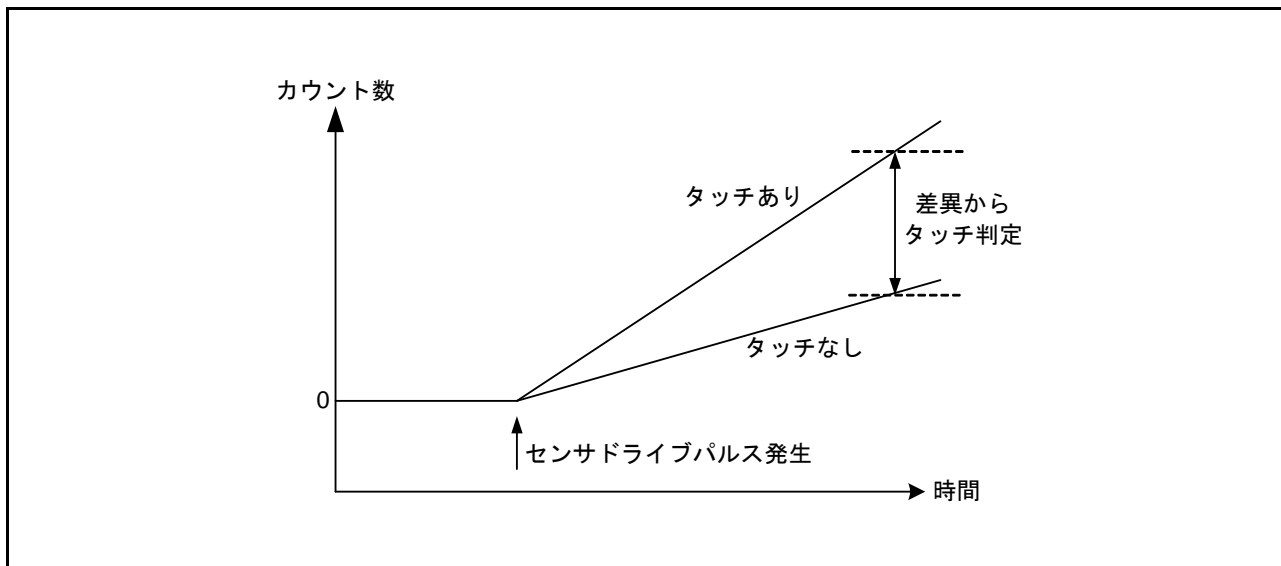

図 35.7 接触 / 非接触による計測値の変化
(1) と (2) の充放電を早いタイミングで切り替えることにより、スイッチドキャパシタフィルタに電流が流れます。このとき、人体の接近により静電容量値が変わるため、流れる電流が変化します。TSCAP 電源を生成する回路からスイッチドキャパシタフィルタに流れる電流に比例した制御電流を ICO に供給することで、クロックを生成します。人体の接近によって変わるクロック周波数をカウンタで計測し、読み出したカウンタ値を用いて、ソフトウェアで人体の接近を判定します ( 図 35.7)。